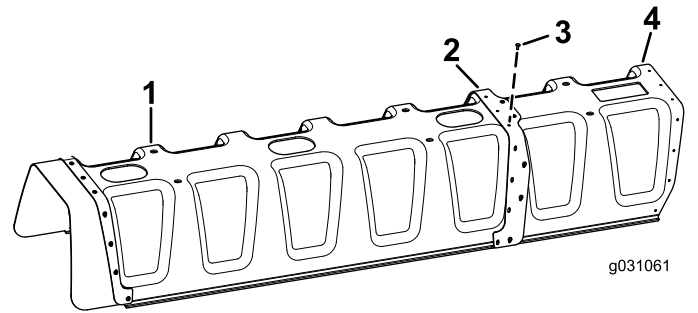

Figura 6
2. Montate 11 ribattini con spina (3/16" x 1/2") e rondelle (3/16") sulla piastra di rinforzo, collegando la copertura a 11 ugelli alla copertura a 12 ugelli (Figura 6).